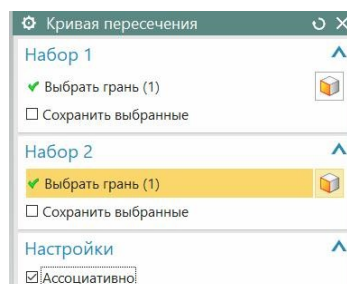

рис.99
- В ответ появится диалоговое окно рис.99, в котором достаточно указать исходные поверхности.